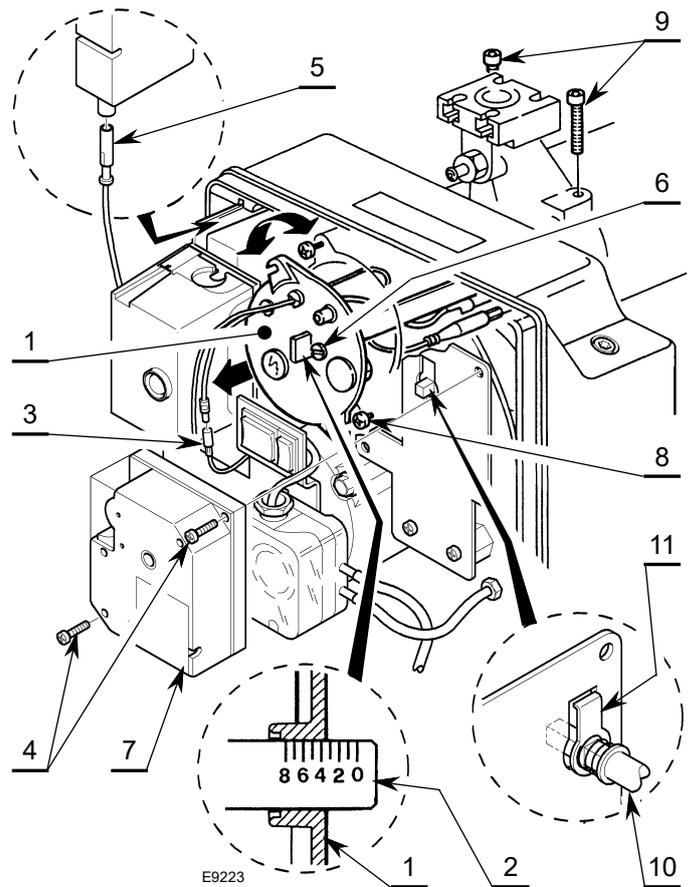

Fig. 11
Si esegue ruotando in senso orario o antiorario la vite di regolazione 6)(Fig. 11) fino a che la tacca incisa sulla staffa di regolazione 2) coincide con il piano esterno del gruppo testa 1).
Nella Fig. 11, la staffa di regolazione della testa è tarata alla tacca 3,5.
- assicurarsi che il servomotore 7)(Fig. 11) si trovi in posizione di chiusura (**CAMMA II = 0**);
L'albero di rotazione 10)(Fig. 11) gestito dal servomotore 7) è dotato di un meccanismo di sicurezza 11) che ne impedisce la rotazione accidentale durante le operazioni di manutenzione.
- Svitare le viti 9)(Fig. 11);